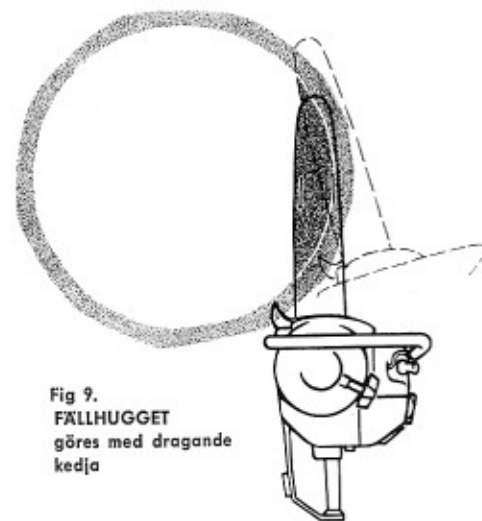

Fig 9.
2. På grova stammar som svärdet ej räcker igenom utföres fällhugget som under punkt 1 men med dragande kedja, se fig 9 och 11.